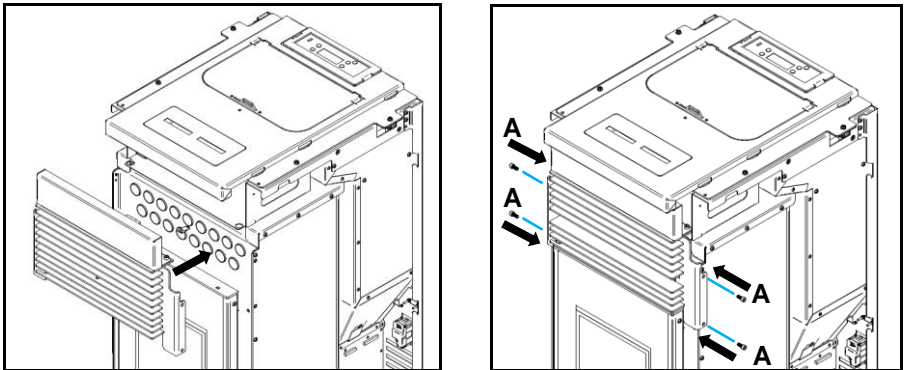

Figura 39 - Apriete de la rejilla frontal
e) Posteriormente, el montaje del conjunto sobre el equipo, utilizando cuatro tornillos (DIN 912 M5x12) como se muestra en la Figura 39.